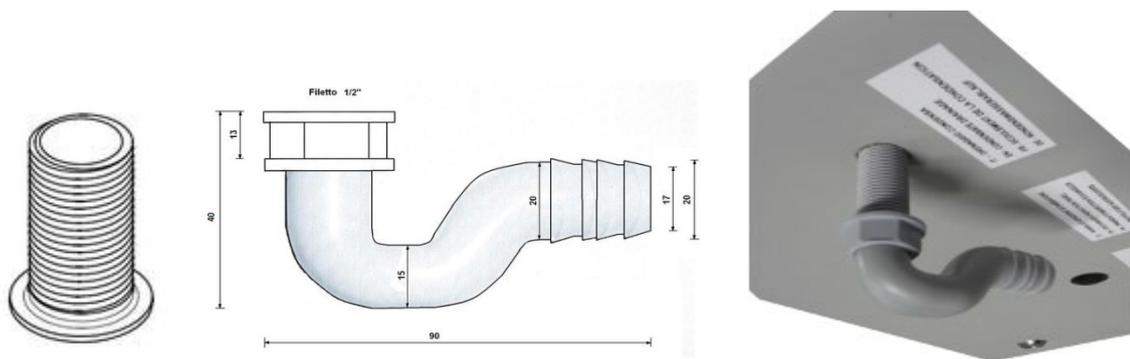
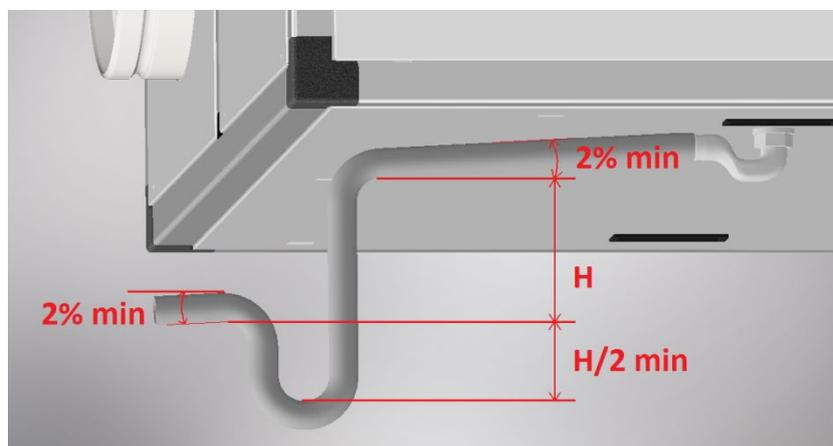

Figura 5 - Imagen del kit de desagüe de condensación y foto de montaje en la unidad (es posible cortar el tubo roscado a medida para que sobresalga menos)
Figura 6 - Altura del sifón de desagüe de condensación ($H + H / 2 + \varnothing$ tubo)
- Instalar un apropiado sifón de drenaje de condensación lo más cerca posible de la unidad: viene equipado con un pequeño sifón (véase Figura 5), que tiene más una función de conexión que de sifón. De hecho, para evitar la aspiración de aire y, por lo tanto, el correcto desagüe de condensación, es necesario instalar/realizar un sifón con una altura mínima de acuerdo con cuanto indicado en la Tabella 1 y Figura 6; la altura mínima (H) se calcula teniendo en cuenta las condiciones de trabajo estándar de la unidad, mientras que la altura óptima considera la prevalencia total del ventilador (permitiendo por lo tanto, un correcto desagüe de condensación en cualquier condición).